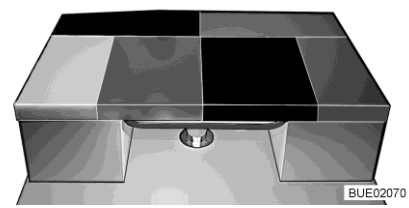

Bild 159 Nach dem Umbau
- Das Zusatzpolster auf den Tisch legen (siehe Bild 159).